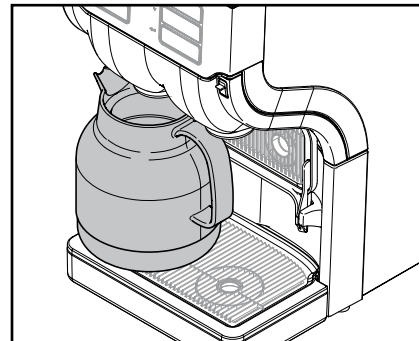

Рис. 12
- Установить кувшин на каплесборный поддон. (Рис. 12)